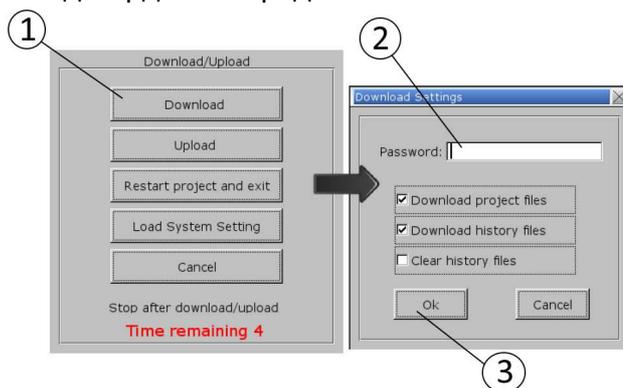

Рисунок 16
- Как только вы вставите флэшку, на экране появится изображение рис. 16: нажмите кнопку "DOWNLOAD" из. 1 и перед вами откроется второе окно с запросом пароля из. 2 Введите **111111** и подтвердите посредством кнопки "OK" из. 3